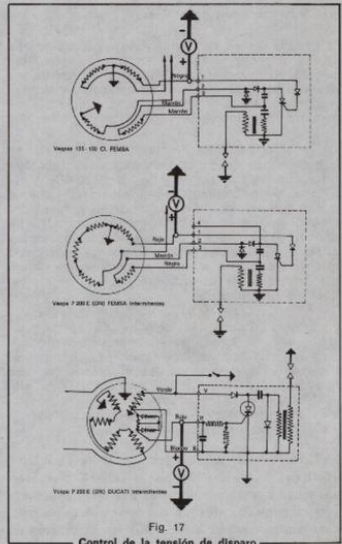

Fig. 17
— Conectar el borne positivo del aparato de medida al cable de disparo [rojo (R) en el equipo DUCATI, rojo (1) en el equipo FEMSA con intermitentes, negro (1) en el normal] y negativo a masa (Fig. 17).